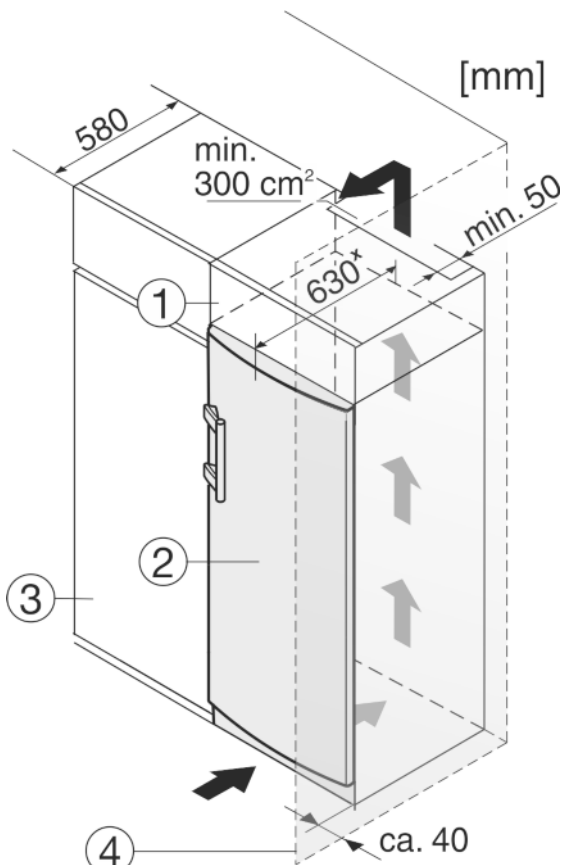

Fig. 12
Устройство может быть окружено кухонными шкафами. Чтобы уравнять устройство Fig. 12 (2) по высоте с кухонной стенкой, можно установить над устройством дополнительный шкафчик Fig. 12 (1).
При комбинировании с кухонными шкафами (глубина макс. 580 мм) устройство можно установить непосредственно рядом с кухонным шкафом Fig. 12 (3). Устройство выступает сбоку на 34 мм * и по центру на 50 мм * относительно передней стенки кухонного шкафа.
Если устройство установлено на шарнирах у стены Fig. 12 (4), то расстояние между устройством и стеной должно быть не менее 40 мм. Настолько выступает ручка при открытой двери.